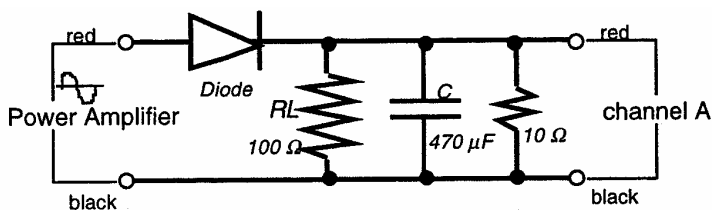

图 6.3
- (1) 在电子实验线路板上选用合适部件按图 6.3 连线，接通电源。
- (2) 点击“ON”按钮接通信号发生器。